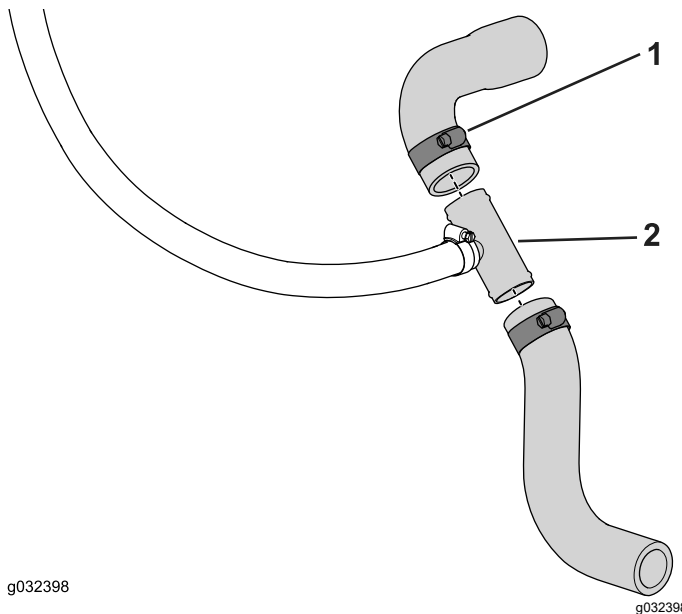

Figura 11
3. Coloque los extremos cortados en el acoplamiento en T y sujételos con abrazaderas ($\frac{3}{4}$ " a $1\frac{1}{2}$ "), como se muestra en la Figura 11.